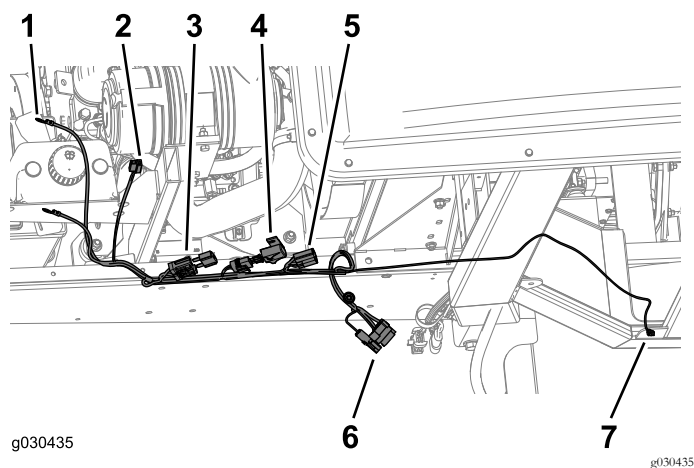

図 47
1. 機体フレームの右側に沿ってワイヤハーネスを配線する 図 47。